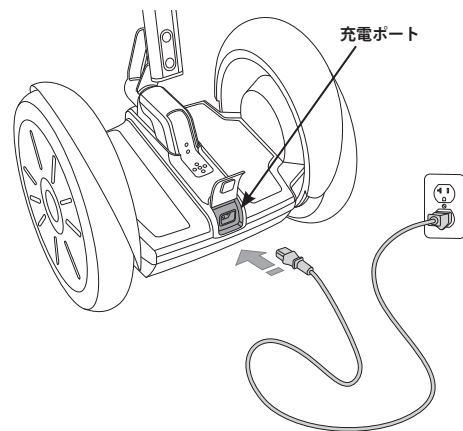

図 57. 電源コードを充電ポートに差し込む
2. Segway PT のコンソール背面にある充電ポートを開きます (図 57 を参照してください)。
4. (Segway PT に付属の) 電源コードの一方の端をアース付きの交流コンセント (100 V ~ 240 V、50 Hz ~ 60 Hz) に差し込みます。電源コードはアース付きでなければなりません (図 57 を参照)。